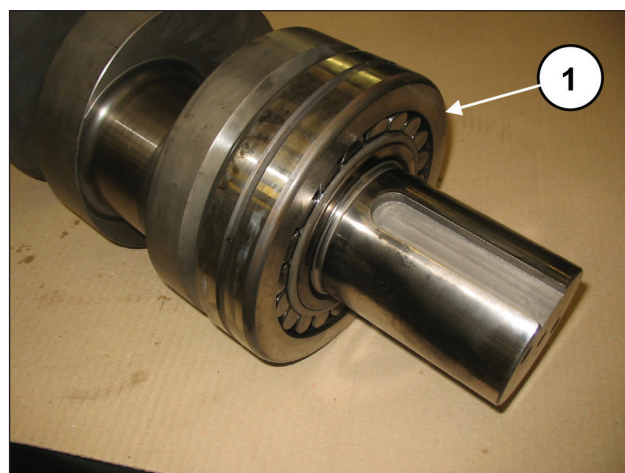
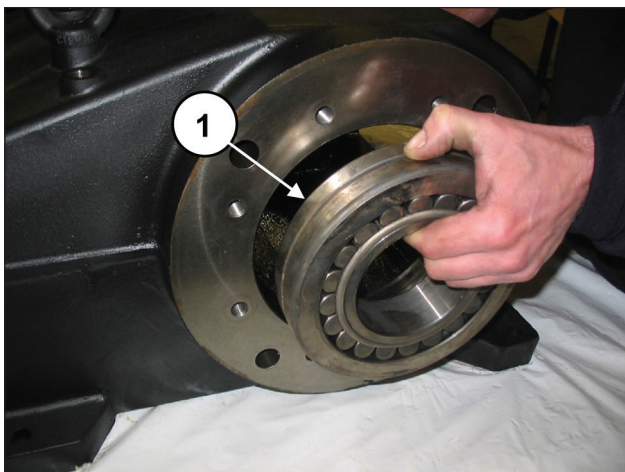

Fig. 42
Fig. 43
Premontar el cojinete lado PTO en el eje hasta el tope (pos. ①, Fig. 42) y montar el cojinete del lado opuesto en el cárter (pos. ①, Fig. 43).
**El cojinete de la Fig. 43 posee una anilla interna cónica. Comprobar que tanto la parte interna como la externa de la anilla sean cónicas, para permitir la introducción del casquillo.**